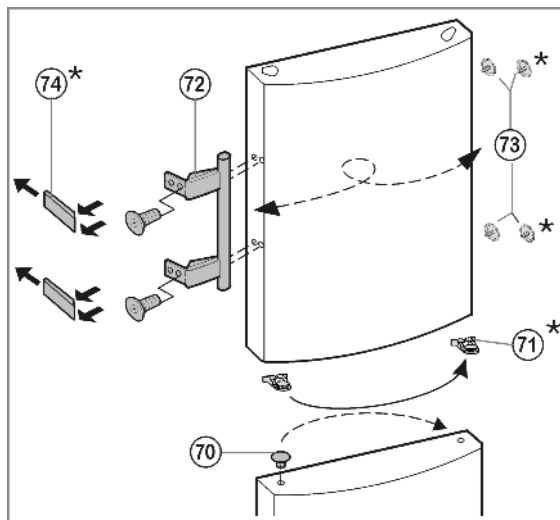

Fig. 10
- ▶ **На нижней дверце:** Извлеките пробку *Fig. 10 (70)* из опорной втулки дверцы и переставьте.
- ▶ **На обеих дверцах:** Снимите и переставьте на противоположную сторону дверную ручку *Fig. 10 (72)*, пробку *Fig. 10 (73)* и прижимные пластины* *Fig. 10 (74)*.